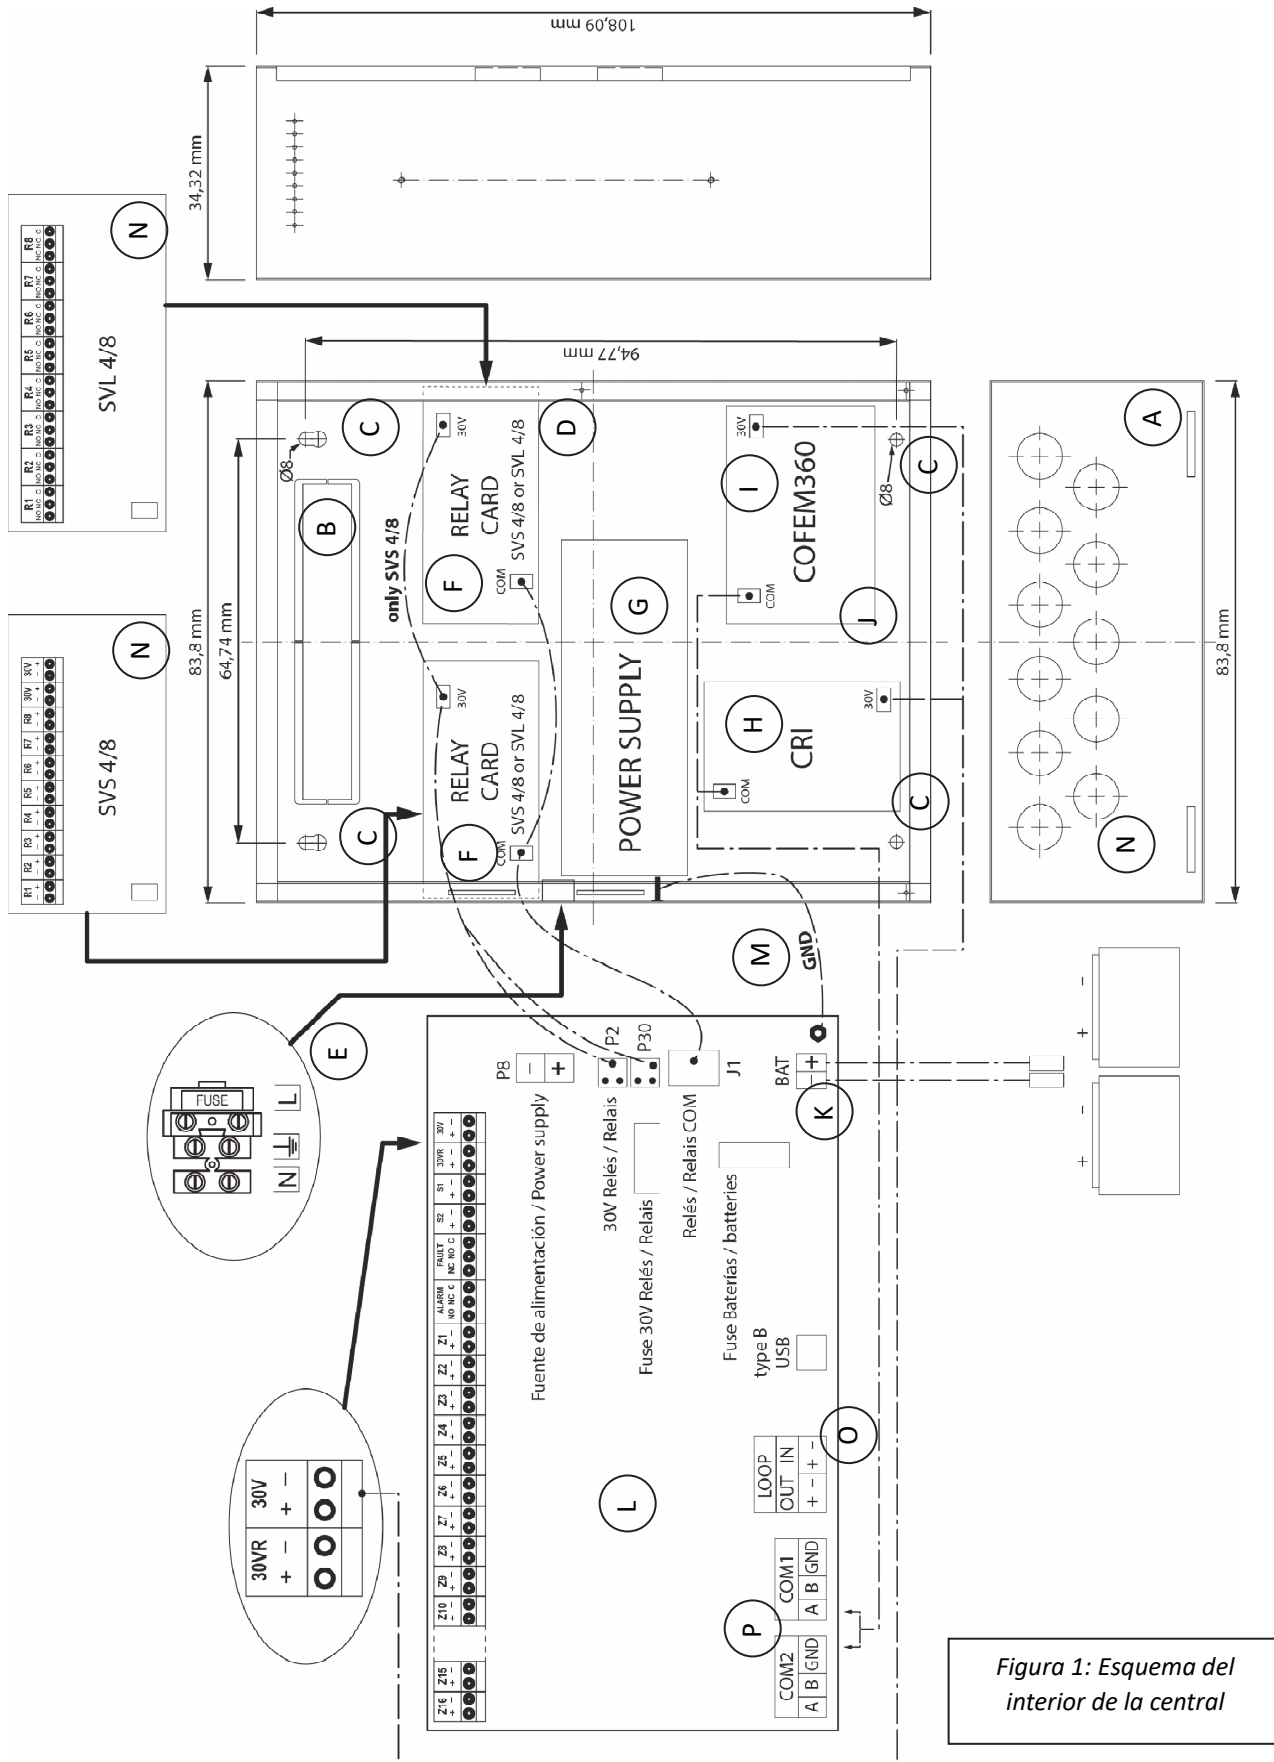

Figura 1: Esquema del interior de la central
La central Silver está compuesta por un cofre metálico con una puerta frontal de plástico fijada con dos pestañas en la parte superior y dos tornillos en las esquinas inferiores. Dispone de 13 pretaladros de Ø28mm en la parte superior (A) [Figura 1] para el paso de cableado además de uno rectangular e 200 X 40 mm en el fondo superior del cofre (B). Se atornilla a la pared vertical con 4 tornillos de Ø8mm situados en sus esquinas (C). El portacarátulas se sitúa en la zona central frontal sujeta por un tornillo en el perfil del lado derecho (D) y gira sobre el perfil izquierdo abriéndose como una puerta permitiendo el acceso al interior del cofre.
Este espacio admite un máximo de 2 tarjetas, situándose la tarjeta número 1 a la izquierda y la tarjeta número 2 a la derecha. Los relés se numeran de izquierda a derecha en el interior de la central empezando por los de la tarjeta 1 y continuando por los de la tarjeta 2. Las tarjetas se conectarán a la CPU según el esquema de la figura 1. Las tarjetas SVL lo hacen del conector J1 de la CPU al COM de las SVL. Las tarjetas SVS disponen de dos líneas de conexionado, la primera línea del conector J1 de la CPU al COM de las SVS y la segunda línea del conector P2 ó P30 de la CPU al de 30V de las SVS. Esta segunda línea alimenta solo la salida de los relés supervisados de las tarjetas SVS. Las tarjetas SVS admiten alimentación a través de una fuente de alimentación externa independiente de la propia central.
Realizar los taladros necesarios para sujetar la central en la pared. Para ello tener en cuenta los orificios (C) [figura 1] situados en las esquinas del cofre.
Por razones de seguridad, el cable de alimentación eléctrica debe ser lo más corto posible dentro del panel de control. Luego, el cable de alimentación eléctrica debería ingresar al panel de control a través del taladro superior izquierdo (N) [figura 1] con la longitud mínima en el interior para permitir una buena conexión.
La tarjetea debe situarse en el espacio (F) [figura 1] del cofre. Este espacio admite un máximo de 2 tarjetas, situándose la tarjeta número 1 a la izquierda y la tarjeta número 2 a la derecha. Las tarjetas deben ser identificadas adecuadamente mediante sus microswitches (N):
La tarjeta debe situarse en el espacio (H) [figura 1] del cofre. Cada tarjeta dispone de 4 orificios en las esquinas que coinciden con los 4 pernos del cofre destinados a esta tarjeta.
La tarjeta debe situarse en el espacio (I) [figura 1] del cofre. Cada tarjeta dispone de 4 orificios en las esquinas que coinciden con los 4 pernos del cofre destinados a esta tarjeta.